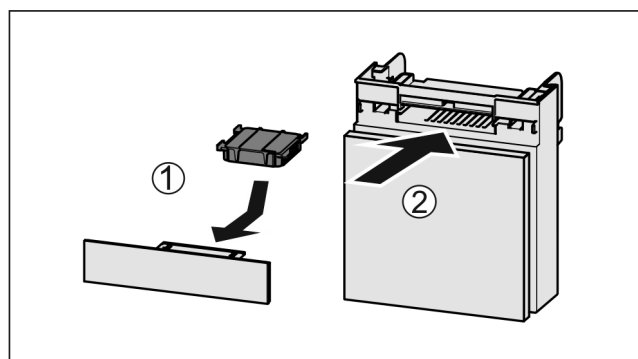

Fig. 153
- ▶ Inserire il vano Fig. 153 (2).